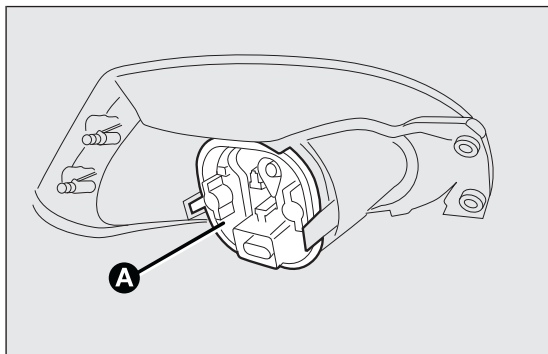

fig. 149
- ☐ desconectar el conector eléctrico y retirar, actuando en las tres patillas de sujeción, la tapa de protección A fig. 149. A continuación, sustituir la lámpara correspondiente.